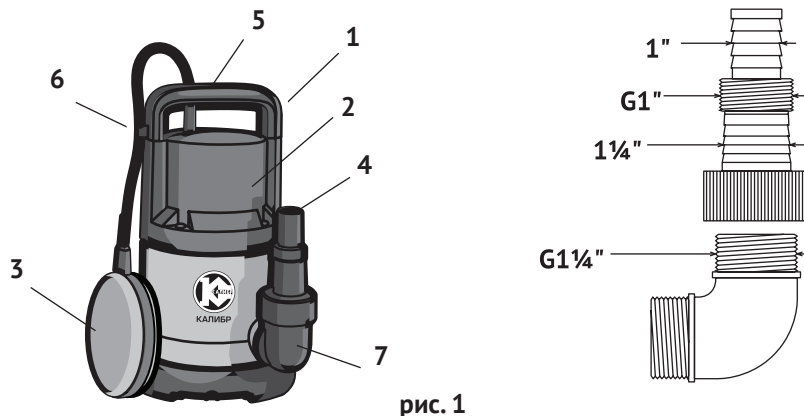

рис. 1
2.4 Общий вид насоса представлен на рис.1
2.5 Двигатель и насос расположены в пластиковом корпусе (рис.1 поз.2). Насос приводится в действие асинхронным двигателем переменного тока. Подключение насоса к сети осуществляется кабелем питания (рис.1 поз.1) со штепсельной вилкой с заземляющим контактом. Насос начинает работу при подключении к сети питания.
4.5 Привяжите верёвку (трос) к ручке (рис.1 поз.5) насоса. Кабель питания (рис.1 поз.1) можно закрепить на этой верёвке.